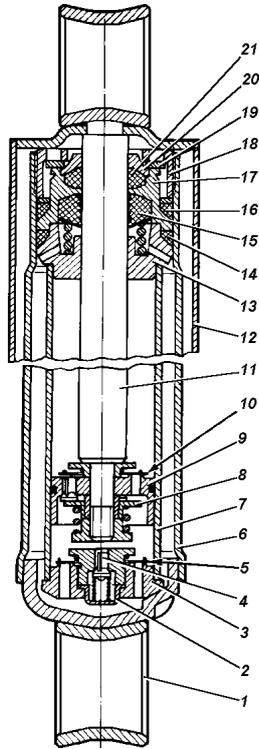

Рис. 6.5. Амортизатор:
**Амортизатор** (рис. 6.5) - телескопического типа, состоит из рабочего цилиндра и узлов: штока с поршнем в сборе, клапана сжатия и резервуара в сборе. Верхней своей проушиной, соединенной со штоком, он крепится к кронштейну рамы, а нижней, соединенной с резервуаром, - к мосту автомобиля.
Конструкцию задних амортизаторов см. на рис. 6.5.
Прежде чем разобрать амортизатор, необходимо его очистить от грязи, тщательно промыть и протереть. Операции разборки и последующей сборки выполнять в условиях, обеспечивающих чистоту. После первых 3000 км пробега или при подтекании жидкости через сальник штока и уплотнительные кольца подтянуть гайку 18 (рис. 6.5, 6.7). Если подтекание не прекратится, то снять амортизатор, разобрать, осмотреть уплотнительные кольца и отверстие направляющей втулки штока.